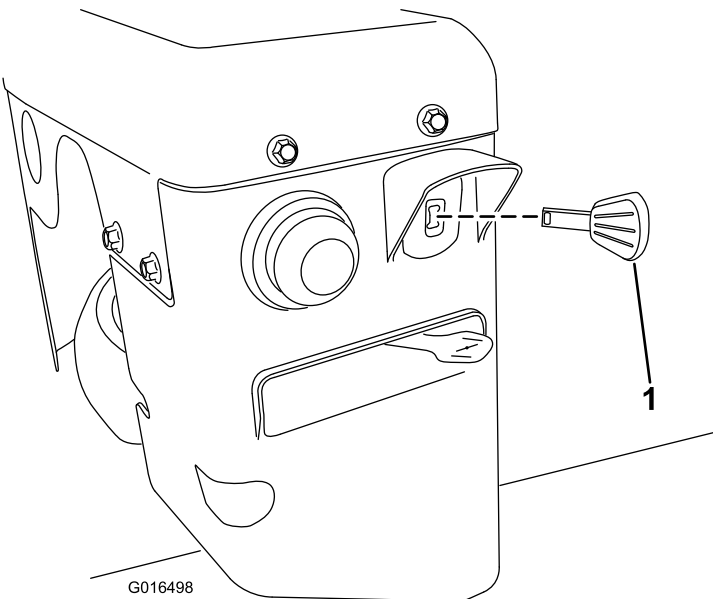

Figure 27
- 3. Insérez complètement la clé de contact (Figure 27).